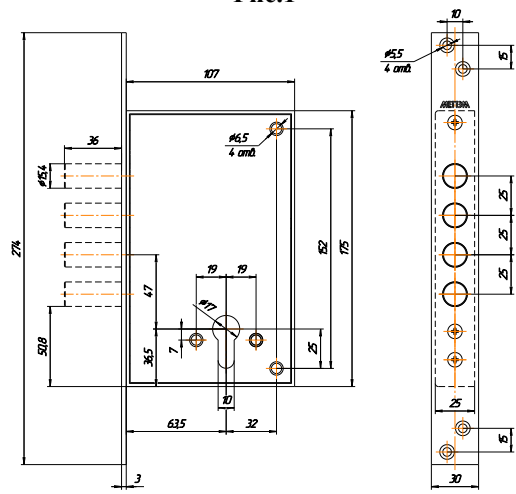

Рис.2
4.1. Произвести разметку двери согласно рис.2. Выполнить на торце полотна двери гнездо для корпуса замка, а также отверстия для крепежа замка. Выполнить на полотне двери отверстия для цилиндрического механизма и крепежа, а в дверной коробке отверстия под пальцы засова.